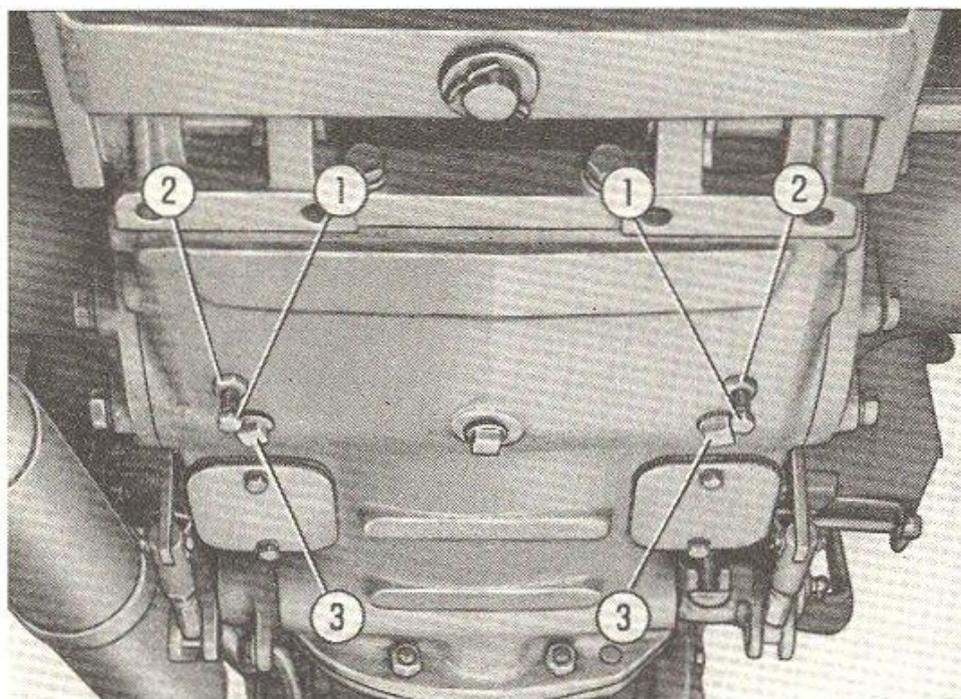

Fig. 19. - Vis de centrage des rubans de freins.
- Dévisser l'écrou des deux vis de centrage des rubans de freins (voir fig. 19); serrer les vis à bloc; ensuite desserrer les vis d'un tour et demi et les bloquer dans cette position au moyen de l'écrou.
Finalement, évacuer, par les bouchons **3** (fig. 19), les dépôts s'étant formés dans les carters des freins.